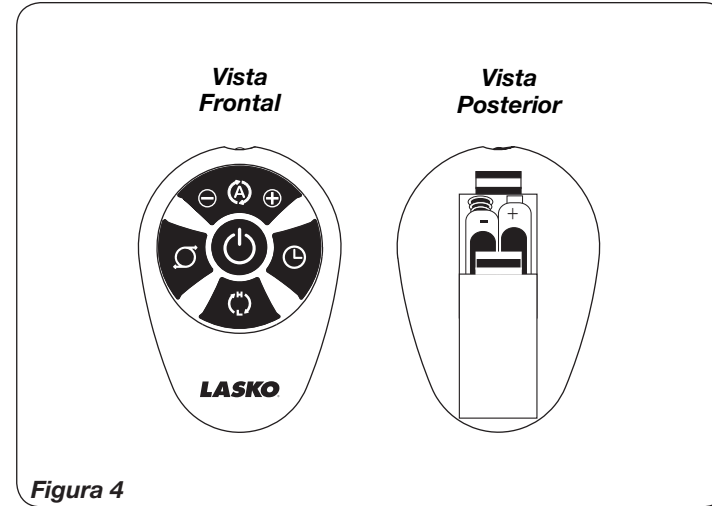

Figura 4
CONTROL REMOTO (Figura 4)
1. Instale las dos baterías “AAA” provistas. (Figura 4)
- Alinee el **Conjunto de la Base** con el **Conjunto de Soporte de Columna**. Cerciórese de que la **Muesca de Ubicación** en el **Conjunto de Soporte de Columna** quede alineada con la **Llave** en el **Conjunto de la Base** (Figura 4). Una el **Conjunto de la Base** al **Conjunto de Soporte de Columna** con (4) tornillos M5 X 13 mm. Jale suavemente el **Cable Eléctrico** para que no quede holgado, y colóquelo en el **Canal Para Cable** del **Conjunto de la Base**. (Figura 5)